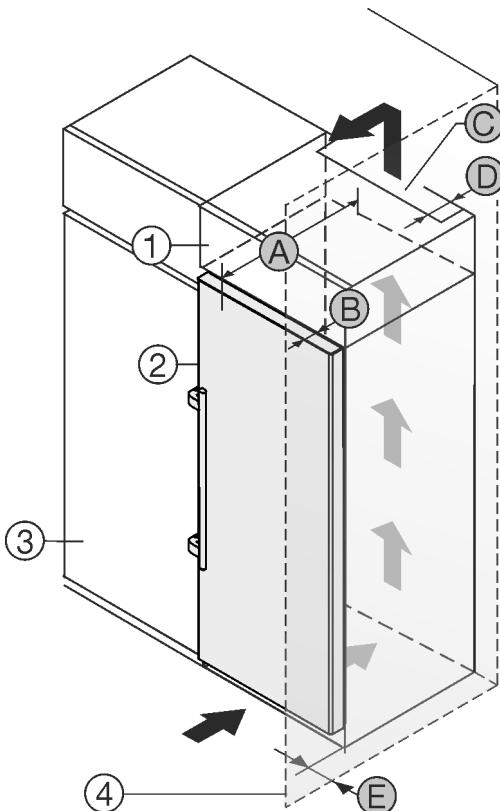

Fig. 2
Aparat lahko postavite neposredno ob kuhinjsko omaro Fig. 2 (3).\*
Na zadnji strani nadgradne omare mora biti zaradi prezračevanja in odzračevanja po vsej širini nadgradne omare prezračevalni jašek globine Fig. 2 (D).\*
Pod stropom je treba upoštevati presek prezračevanja Fig. 2 (C).\*
Če aparat postavite s tečaji ob steni Fig. 2 (4), mora razdalja med aparatom in steno znašati vsaj 57 mm. To ustreza velikosti ročaja pri odprtih vratih.\*
Da lahko vrata povsem odprete, mora aparat štrleti ven vsaj za globino vrat Fig. 2 (B) glede na sprednji del kuhinjske omarice. Odvisno od globine kuhinjskih omaric Fig. 2 (3) in uporabe stenskih distančnikov lahko aparat štrli bolj ven.\*